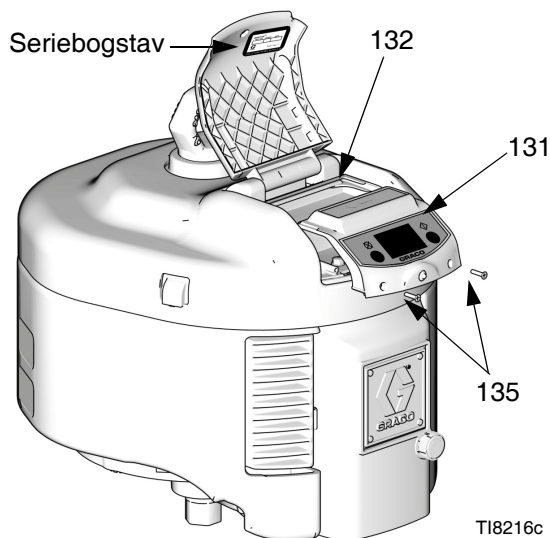

FIG. 4. Fjern DataTrak-modulet
1. Fjern de to skruer (135). Glid forsigtigt DataTrak modulet (131) ud af kabinettet (132). Se FIG. 4.
\*FIG. 4 viser, hvor seriebogstavet kan findes.